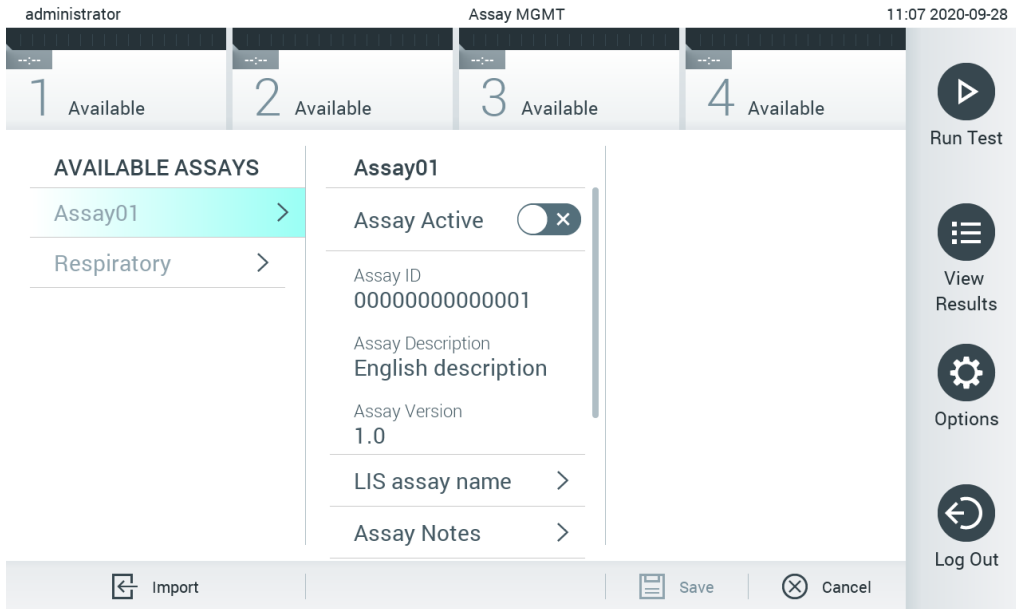

Figura 67. Ecranul Assay management (Gestionarea testelor).
2. Pentru importul testelor noi în QIAstat-Dx Analyzer 1.0, apăsați butonul **Options** (Opțiuni), apoi butonul **Assay Management** (Gestionarea testelor). Ecranul **Assay Management** (Gestionarea testelor) apare în zona de conținut a afișajului (Figura 67).